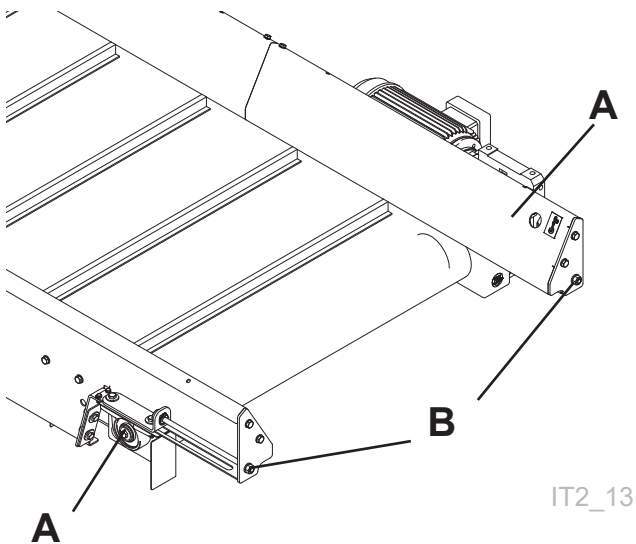

Fig. 10a
- Strammeskrue (B) er plassert i drift enden. **Se Fig. 10a**
- Ved justering må først skruene (A) til fotlageret løsnes på begge sider.
- Juster ved å skru skruene (B). Skru likt på begge sider for å beholde sporingen.